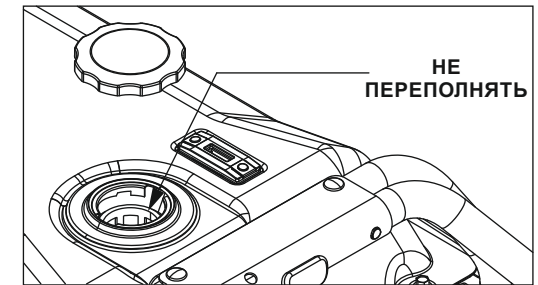

Рисунок 6 – Уровень топлива
• Постепенно заливайте бензин в горловину бака. **Будьте осторожны, не переполняйте бак!** (Рис. 6)